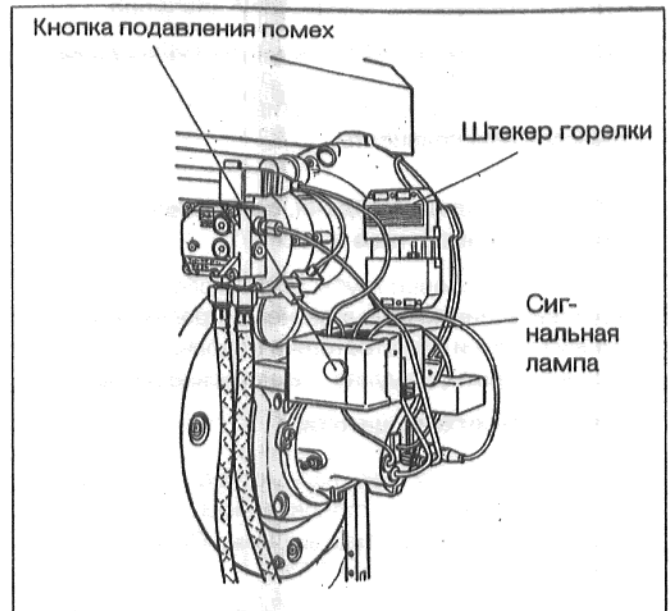

Рис.1
Горелка соединена с устройством регулирования посредством штекерного соединения в готовом к эксплуатации виде (рис. 1).
- Нажать кнопку подавления помех на автомате розжига (рис. 1). При включении горелки на нагрев горелки требуется время продолжительностью примерно 1...2 минуты. О включении режима нагрева дизельного топлива сообщает сигнальная лампа на автомате розжига.